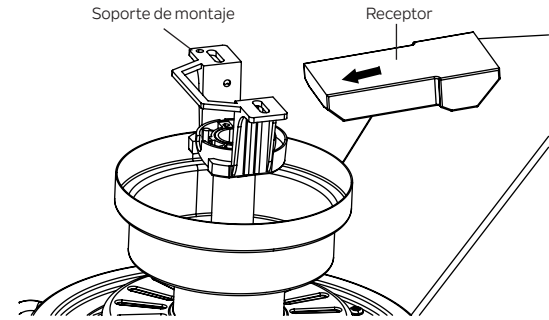

Figura 16
Paso 1. Inserte el receptor en el soporte de montaje y manténgalo plano en oposición al techo. (Figura 16)